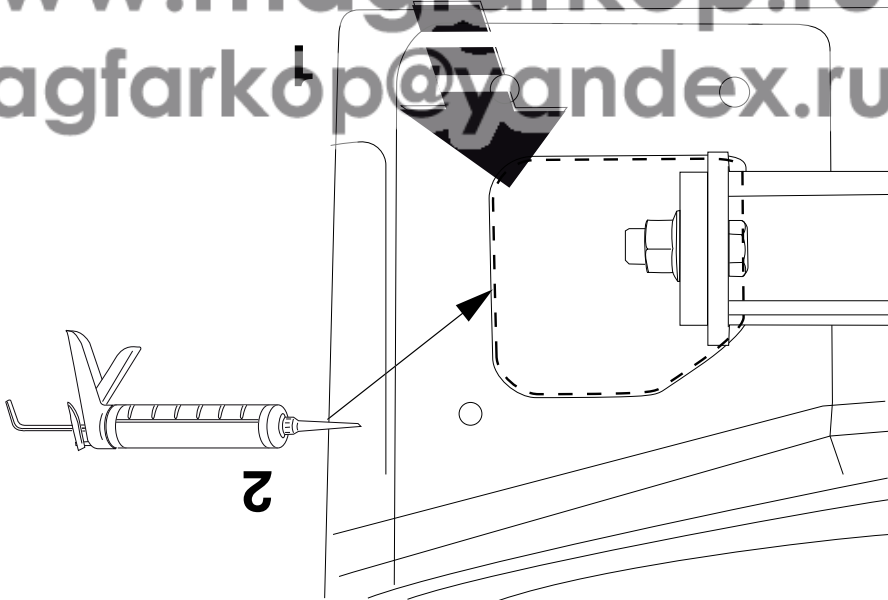

Fig. 3
8. Herplaats het onder punt 1 en 2 verwijderde kit de aangegeven delen af (zie fig. 3)
the portions indicated (see fig. 3).
7. Die zwei PE-Schaumblöcke als Dichtung in den Fahrgestellträger einsetzen. Die angegebenen Teile kitten (siehe Abb. 3).